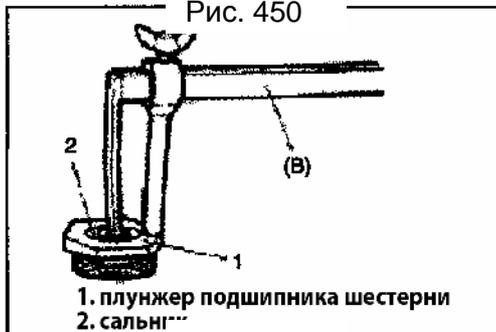

Рис. 451
4) При помощи специального инструмента, снимите сальник с плунжера подшипника шестерни (Рис. 451).